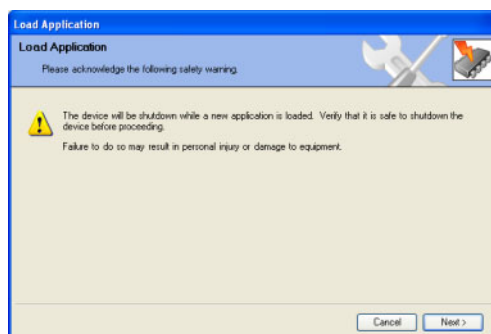

図 5-2. ウィザード画面
6. サービスツールを切断します。メニュー“File”→“Load application”を使って新しいアプリケーションをローディングします。ウィザード画面が表示されます。(図 5-2) 指示に従います。Nextボタンを押します。